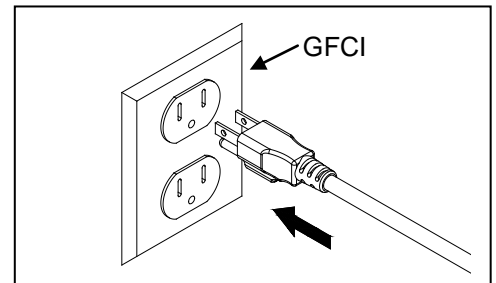

Fig. 2
2. Coloque la bomba dentro del agua y conéctela a una fuente de energía adecuada. Fig. 2